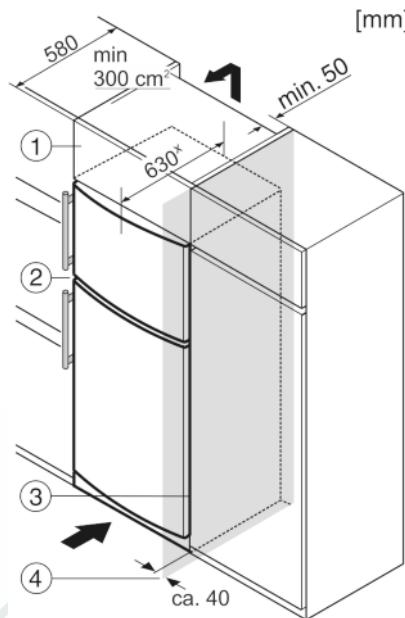

Fig. 7
Устройство может быть окружено кухонными шкафами. Чтобы уравнять устройство Fig. 7 (2) по высоте с кухонной стенкой, можно установить над устройством дополнительный шкафчик Fig. 7 (1).
При комбинировании с кухонными шкафами (глубина макс. 580 мм) устройство можно установить непосредственно рядом с кухонным шкафом Fig. 7 (3). Устройство выступает сбоку на 34 мм^x и по центру на 50 мм^x относительно передней стенки кухонного шкафа.
Если устройство установлено на шарницах у стены Fig. 7 (4), то расстояние между устройством и стеной должно быть не менее 40 мм. Настолько выступает ручка при открытой дверце.